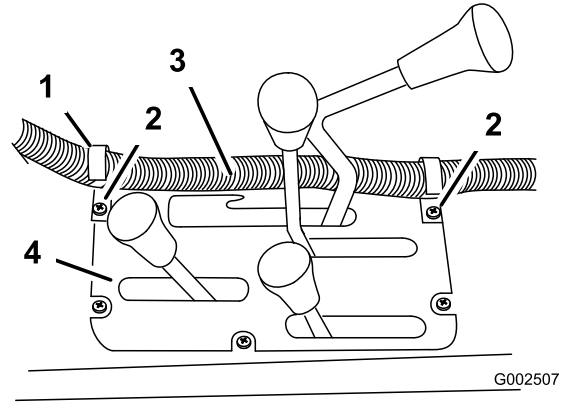

図 26
6. 既存のネジを使って、Jクリップ 2個をセンター・コンソールに図 26のように取り付ける。